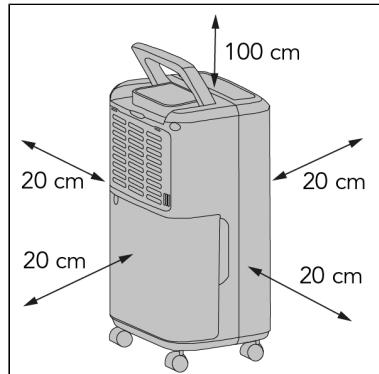

Figura 62.
2. Mantener le seguenti distanze minime per garantire una corretta circolazione dell'aria dell'unità (Figura 62\*):